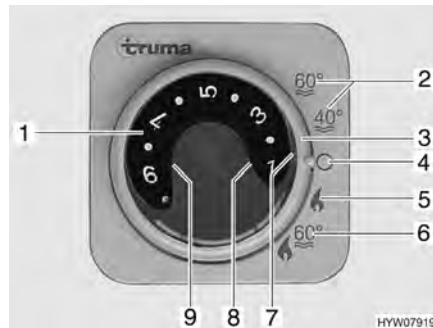

Fig. 129 Unité de commande pour chauffage/chauffe-eau
- Régler le mode de régime à l'aide de l'interrupteur tournant (Fig. 129,3).
Le chauffage règle le degré d'allumage automatiquement en fonction de la température ambiante requise. Une fois que la température ambiante désirée est atteinte, le brûleur s'éteint. En mode "Chauffage et chauffe-eau" (Fig. 129,6) l'eau est également chauffée dans le chauffe-eau. Il est possible de faire fonctionner le chauffage en mode "Chauffage sans chauffe-eau" (Fig. 129,5) et le chauffe-eau vide.
- Régler le bouton tournant de température (Fig. 129,1) de l'unité de commande sur la température de chauffage désirée.
- Régler l'interrupteur tournant (Fig. 129,3) en régime hiver "Chauffage sans chauffe-eau" (Fig. 129,5) ou en régime hiver "Chauffage et chauffe-eau" (Fig. 129,6).
Le voyant de contrôle vert (Fig. 129,7) s'allume.
- Régler l'interrupteur tournant (Fig. 129,3) sur "O" (Fig. 129,4).
La combinaison régime au gaz et régime électrique 230 V permet de raccourcir la période de chauffage (uniquement possible lorsque le chauffage sur l'unité de commande (Fig. 129) est réglé sur régime hiver).